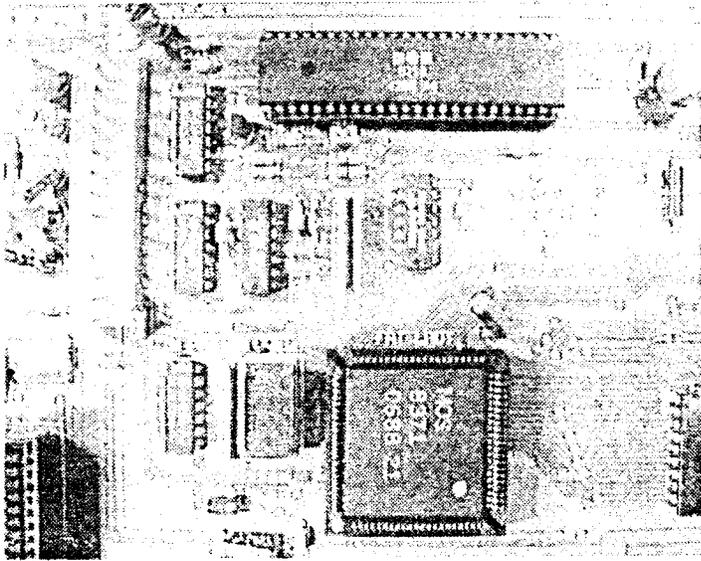

Bild 1
1.2. Dann lokalisieren Sie die beiden Bauteile (IC's) welche für unseren Einbau wichtig sind. Zum einen handelt es sich um ein quadratisches IC ca. in der Mitte der Platine. Dies ist der Agnus (s.Bild 1) der die Bezeichnung 8371 oder 8372 tragen kann. Dieses IC ist an einer der
Die Zählrichtung ist Abb. 1 zu entnehmen.
Bei Platinen Rev. 3 und 5 den Pin 41 des Agnuses auf dem Chipmem Adapter nicht kontaktieren (isolieren, am besten einen dünnen, nicht leitenden Stift zwischen Agnus und Sockel stecken) siehe Abb. 1. Bei Platinen Rev. 6 und 7 den Jumper JP 4 (neben dem Agnus Sockel auf der Amiga 500 Platine) auftrennen.